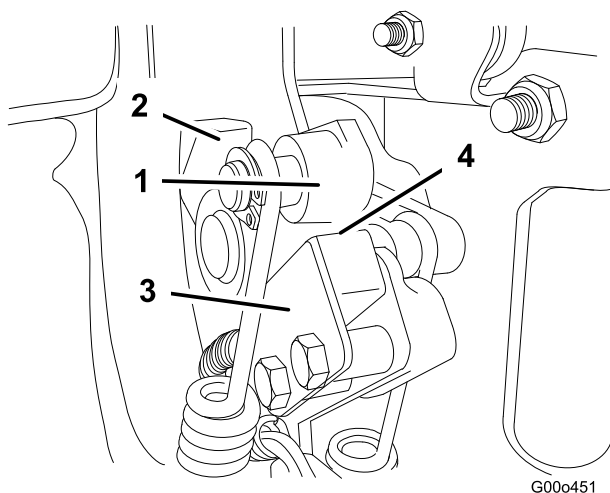

Figura 26
2. Innestate la leva della trazione finché non viene a contatto con il fermo in folle (Figura 26).
- Allentate i dispositivi di fissaggio del microinterruttore (Figura 26).
- Inserite uno spessore di 0,8 mm fra la leva di trazione ed il microinterruttore (Figura 26).